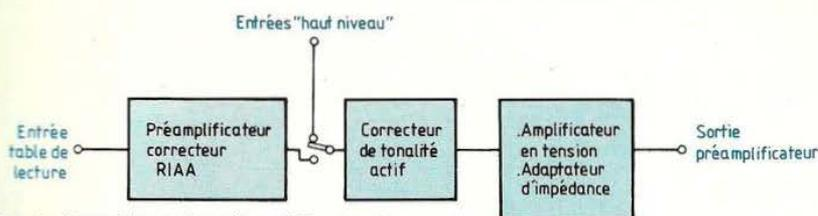

Fig. 1 : Synoptique du préamplificateur/correcteur.
**U**n préamplificateur Hi-Fi se compose toujours des mêmes étages plus ou moins sophistiqués mis bout à bout, le synoptique de la figure 1 permet d'en rappeler la constitution :